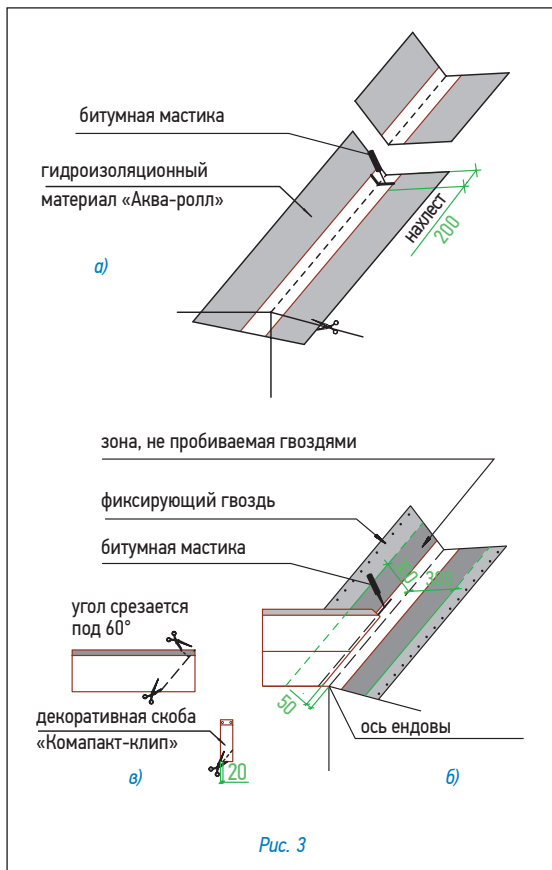

Рис. 3
Ендова (рис. 3)
- ровно по центру ендовы расстилается специальный рулонный материал «Аква-ролл», фиксируется в верхней части двумя гвоздями и обрезается в нижней части по линии карниза (рис. 3а);
2. «Аква-ролл» укладывается с нахлестом 20 см, место нахлеста тщательно обрабатывается битумной мастикой (рис. 3а).
- непосредственно перед укладкой в ендову черепицы, защитная пленка с лицевой стороны «Аква-ролл» снимается и на самоклеящуюся поверхность укладываются листы черепицы, обрезанные в соответствии с заранее отбитыми линиями (рис. 3б).
Внимание: 1. Необходимо также подрезать верхний уголок обрезанного края листа (см. рис. 3в) для правильного стока воды.
2. Крепление обрезанного листа к медной части «Аква-ролл» осуществляется при помощи сплошной полосы битумной мастики (рис. 3б).
4. В случае, если скоба «Компакт-клип» приходится на место среза листа, можно либо обрезать накладку, оставив минимум 2 см в нижней части (рис. 3в), либо произвести укладку листов без использования накладки.